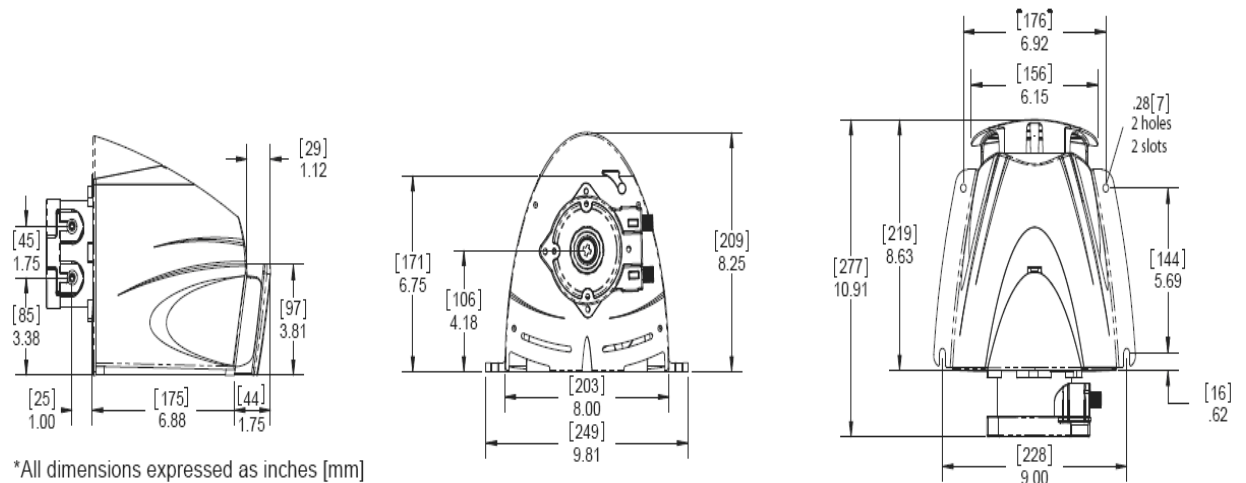
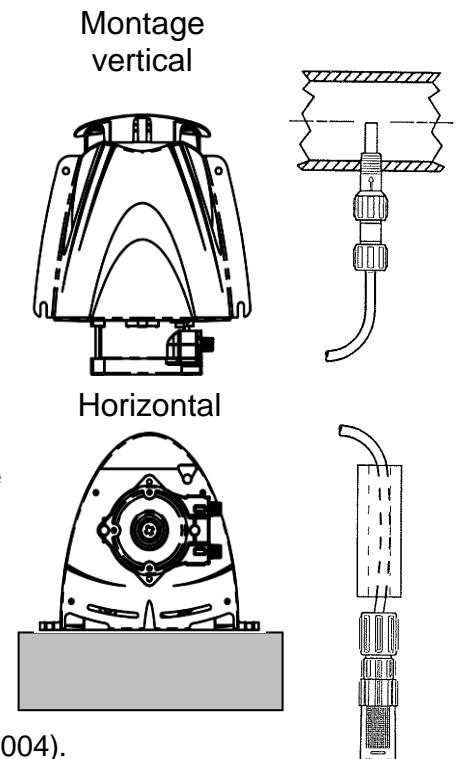

Figure 1 : Dimensions de la pompe
Figure 2 : Placement de l'injecteur
1) La pompe peut être installée verticalement ou horizontalement (voir Figure 2). Assurez-vous de fixer la pompe sur une surface plane supportant un poids de 50 lbs (22 kg) en vissant quatre vis de 0,25 po (6 mm) dans les trous fournis. Le pare-éclaboussures s'emboîte à l'arrière de la pompe via trois encoches - voir Figure 1. La pompe doit être montée avec un dégagement d'au moins 1,75 po (44 mm) autour des événements à l'avant et à l'arrière de la pompe. Placez la pompe de manière à pouvoir accéder directement au cordon d'alimentation.
3) Évacuez la pression du système et vidangez la partie de la tuyauterie où le raccord d'injection doit être installé. Consultez la Figure 2 à titre de référence. **Le raccord d'injection ne doit pas être installé sur un tuyau en cul-de-sac ou un raccord en T profondément encastré. Il doit être installé de manière à ce que le bout soit placé au centre du flux du liquide comme indiqué à la Figure 2.** Le raccord d'injection est fourni avec un filetage NPT 0,25 po. Si nécessaire, percez un trou de 0,44 po (11 mm) de diamètre et taraudez un filetage NPT de 0,25 po en prenant garde à ne pas tarauder trop profondément.